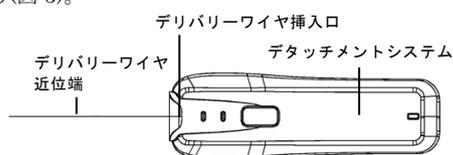

図 5 デリバリーワイヤとデタッチメントシステムの接続
- 3) もう片方の手でデタッチメントシステムを持ち、デリバリーワイヤにかかる湾曲や張力が最小になるように、デリバリーワイヤ近位端に慎重にスライドする(図 5)。